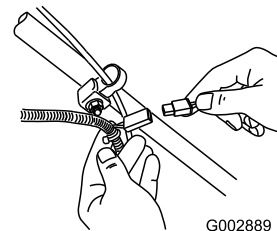

Figure 23
- Branchez le chargeur au faisceau de câblage de la tondeuse situé sous la clé de contact (Figure 23).